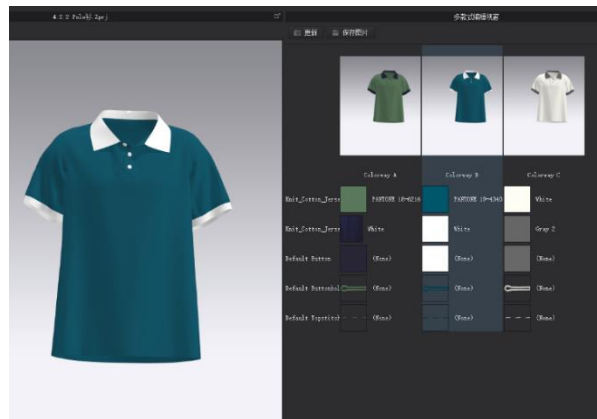

图 4-2-16 Polo 衫齐色展示
(1) 单击界面右上角“模拟”下拉列表，选择“齐色”，进入齐色模式。
(2) 选择界面右上角“+”，增加款式，设置款式名称分别为“Colorway B”、“Colorway C”。
(3) 对“Colorway B”、“Colorway C”进行各部件颜色属性设置，设置完成后点击“更新”进行多色展示，如图 4-2-16 所示。